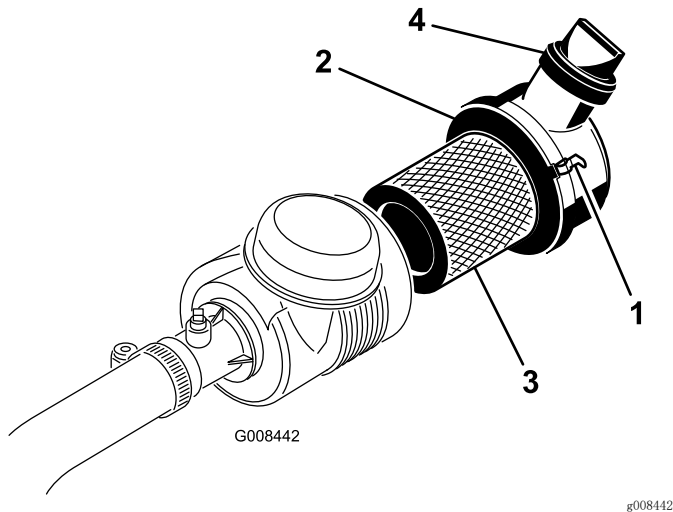

图31
1. 松开将空气滤清器盖固定到空气滤清器壳体上的门锁（图31）。
7. 确保门锁将盖子固定到壳体上（图31）。